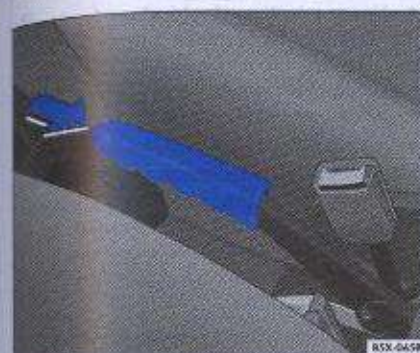

Fig. 100 Palanca del freno de mano localizada entre los asientos delanteros
- Tire de la palanca firmemente → fig. 100.
- Levante ligeramente la palanca, presione el botón de bloqueo → fig. 100 - flecha - y baje la palanca hasta el tope → fig. 100.
El freno de mano debe siempre ser accionado firmemente para evitar que el vehículo entre en movimiento, con él accionado → fig. 100.